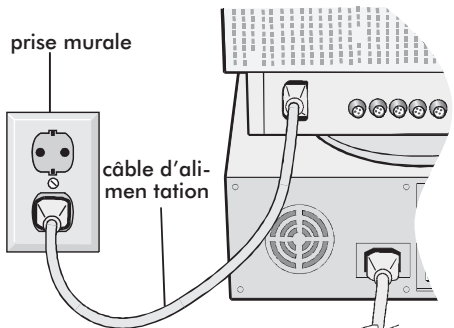

Figure D.1
4. Connectez le câble d'alimentation secteur à la prise murale et au moniteur MultiSync de la série FP (Figure D.1).